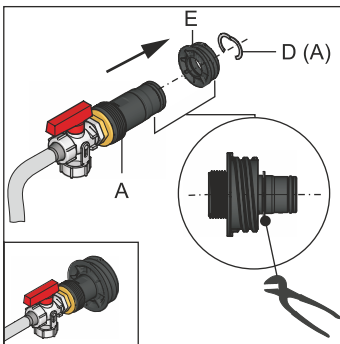

Fig. 69-3 Completar a ligação de enchimento KFE
- 1 Encaixar a ligação de enchimento KFE no elemento roscado (Fig. 69-3, pos. E) e fixá-la com a peça de aperto (Fig. 69-3, pos. D).